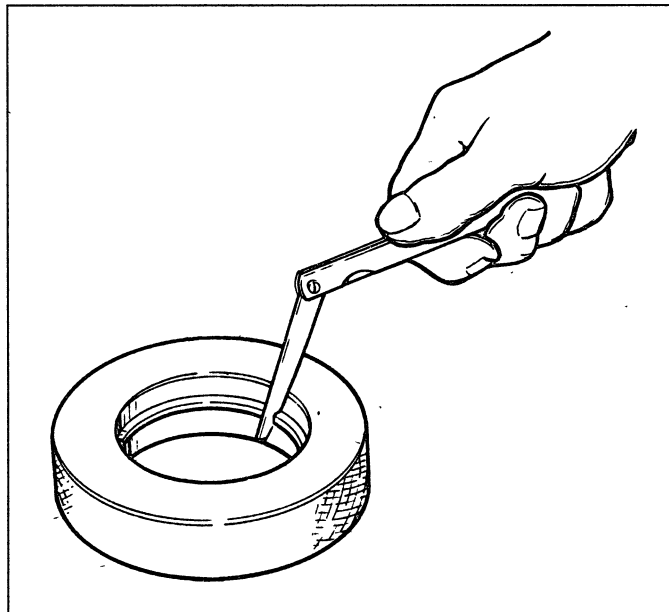

Рис. 2-35. Проверка зазора в замке колец
**Зазор в замке** поршневых колец проверяйте набором щупов, вставляя кольца в калибр (рис. 2-35), имеющий диаметр отверстия, равный номинальному диаметру кольца с допуском  $\pm 0,003$  мм. Для колец нормального размера диаметром 82 мм можно применять калибр 67.8125.9502.